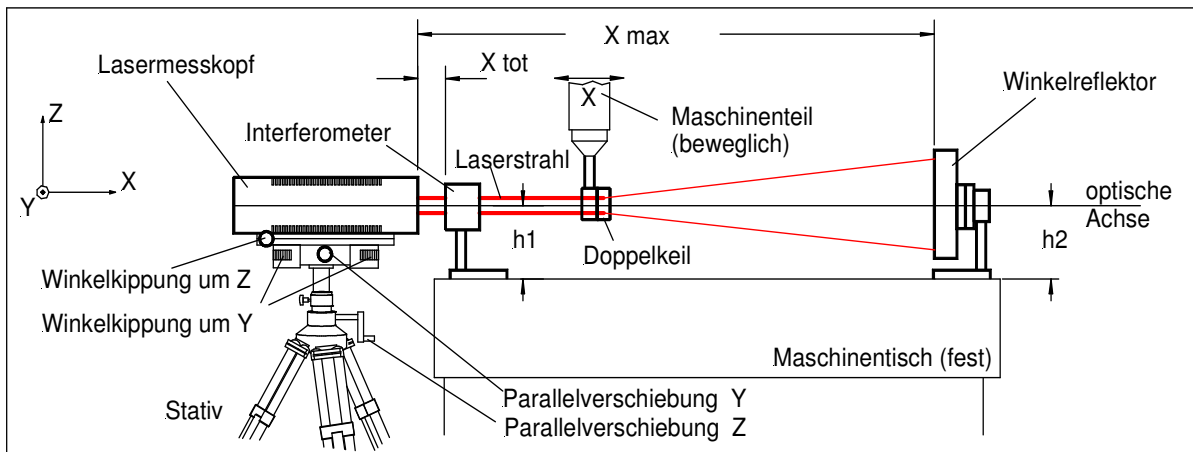

Abb. 9: Messaufbau, optischer Strahlengang
gleicher Abstand von Geradheitsinterferometer, Doppelkeil und Winkelreflektor zur Messlinie ($h_1 = h_2$), Abb. 9
- (1) Lasermesskopf so nah wie möglich am Geradheitsinterferometer positionieren (x_{tot})
- (2) Winkelreflektor am entferntesten Punkt vom Geradheitsinterferometer positionieren (x_{max}), Abb.9
- (3) Kontrolle ob Parallelverschiebung und Winkelkipfung des Justiertisches auf Mittelstellung stehen \Rightarrow wesentlich für ausreichende Justierwege bei Feinjustierung des Strahlenganges